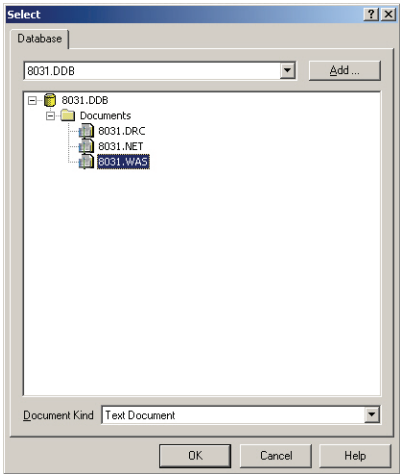

图 6-97 “Select”对话框
③ 单击“Apply”按钮，系统将会弹出确认提示框，用户可以确定是否应用这些修改到原理图上。
④ 单击“Yes”按钮确认以后，系统将对原理图进行相应的更新。
① 首先将生成的 WAS 文件导出保存为一个独立的文件，本例为 8031.WAS。导出方法为在设计管理器中，选择 8031.WAS 文件，然后右击从弹出的快捷菜单中选择“Export”命令，将该文件导出，导出的目标文件为 8031.WAS。
② 打开 8031.Sch 文档，并切换到原理图管理器环境。
③ 选择“Tools”→“Back Annotate”命令将弹出如图 6-97 所示的“Select”对话框。在该对话框中选择前面的 8031.WAS 文件，最后单击“OK”按钮，即可实现对原理图的元器件流水号进行更新。